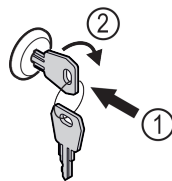

Fig. 166
- ▶ Introducir la llave. Fig. 166 (1)
- ▶ Girar la llave 90° en sentido horario. Fig. 166 (2)